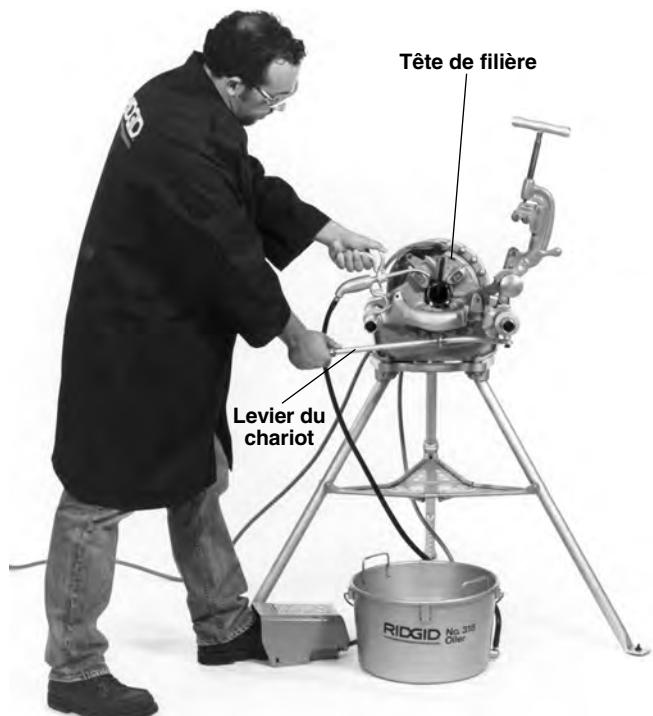

Figure 11 – Filetage des tuyaux à l'aide des fileteuses à ouverture rapide ou automatique.
4. Mettez-vous en position de travail (Figure 11).
1. Vérifiez que le coupe-tubes et l'alésoir sont rabattus vers l'arrière du chariot (*Figure 11*).